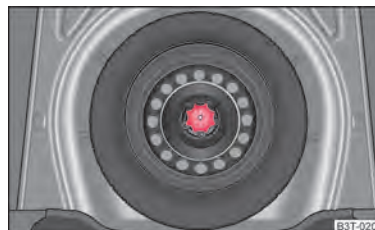

Abb. 185 Gepäckraum: Reserverad
Das Reserverad liegt in einer Mulde unter dem Bodenbelag des Gepäckraums und ist mit einer Spezialschraube befestigt \Rightarrow Abb. 185.
- Verstauen und befestigen Sie das ausgewechselte Rad mit einer Spezialschraube in der Reserveradmulde ⇒ **Abb. 185**.